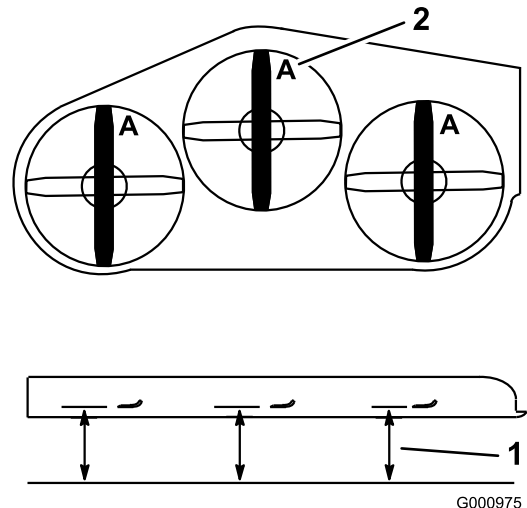

Figura 77
4. Misurate da un piano orizzontale fino al tagliente delle lame, posizione **A**, (Figura 77).